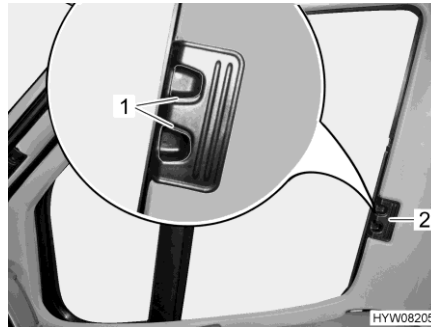
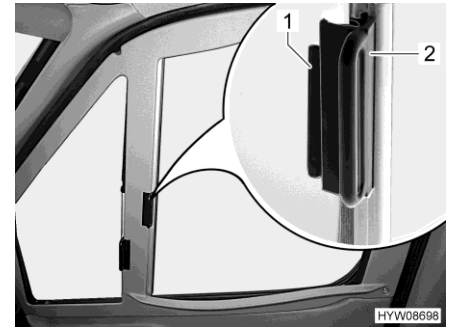

Fig. 25 Estor plegable (ventana del conductor/acompañante, Fiat)
Fig. 26 Estor plegable (ventana del conductor/acompañante, Mercedes-Benz)
- Según el sistema de bloqueo, comprimir los botones corredizos de bloqueo (Fig. 25,1) y mantenerlos comprimidos.
- Cerrar los estores plegables para la ventana del conductor y la ventana del acompañante tirando en el tirador (Fig. 25,2 ó Fig. 26,2) hacia el otro lado de la ventana y uniéndolos en las tiras magnéticas.
- Introducir los estores plegables para la ventana del conductor y la ventana del acompañante hasta el tope desplazando el tirador (Fig. 25,2 ó Fig. 26,2).
- Soltar los botones corredizos de bloqueo (Fig. 25,1) y dejar que engatillen, o bien desplazar el tirador (Fig. 26,2) sobre la pieza sobrepuesta (Fig. 26,1).